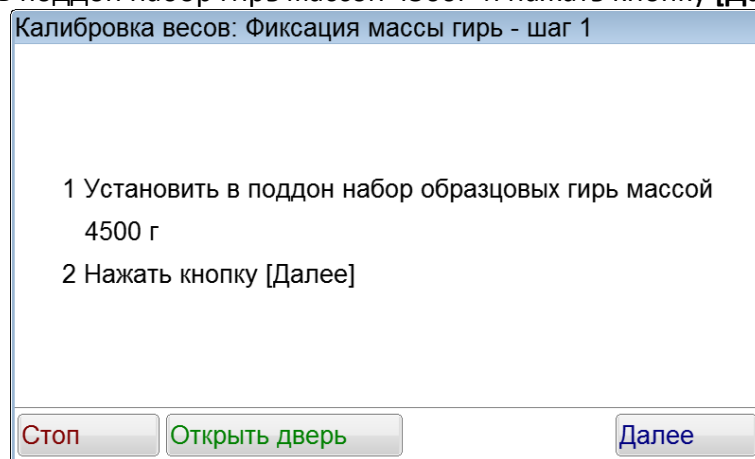

Рисунок 51 – Окно «Калибровка весов: Фиксация массы гирь – шаг 1»
5.10.7 Установить в поддон набор гирь массой 4500г и нажать кнопку **[Далее]** (см. рисунок 51).